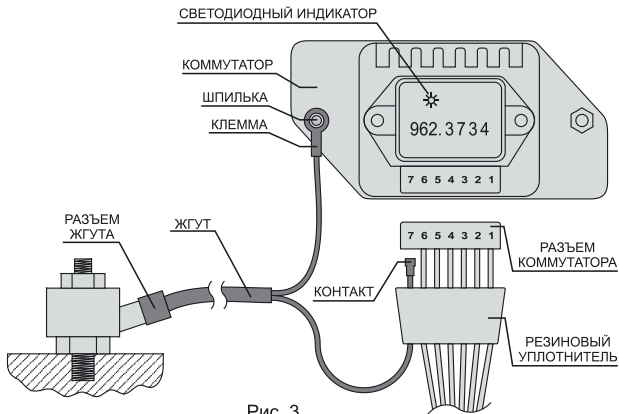

Рис. 3
- Установить МКАОК вместо штатного коммутатора (рис. 3):